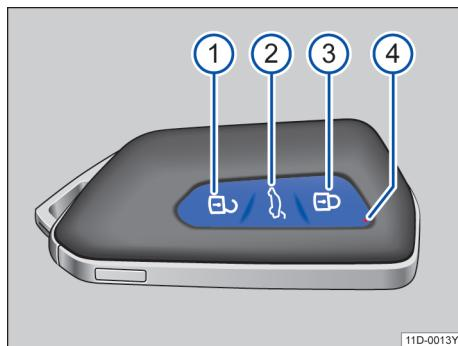

图 47 遥控钥匙
如用另一把钥匙在外闭锁汽车，则车内的钥匙将被锁止，无法起动发动机→第 116 页。如需使车内钥匙获得许可起动发动机，则可按压车内钥匙上的 ⑦ 按钮→图 47